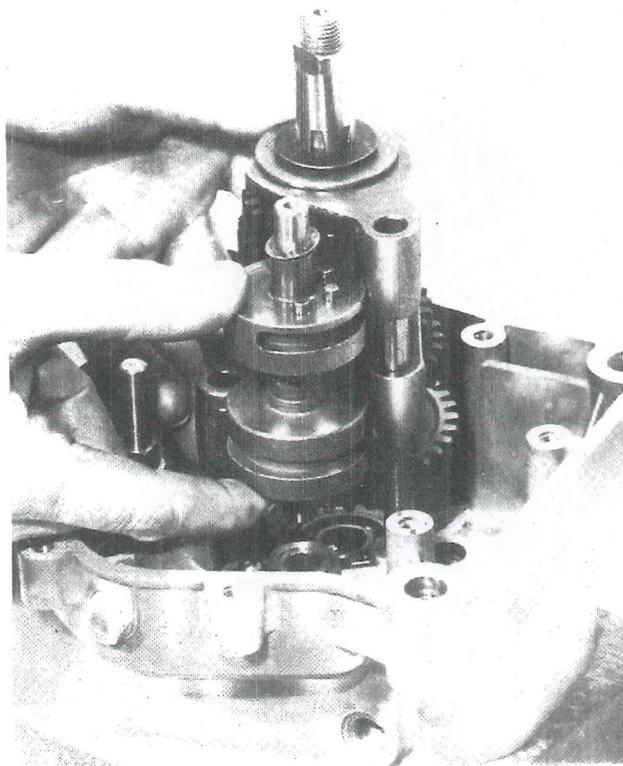

Fig. 31 - Montaggio albero a cammes
- Montare l'albero a cammes, avendo cura che la sfera segnamarce vada ad alloggiare in una delle cavità sulla cammes. Infilare il perno delle forchette nella gola della cammes, quindi introdurre completamente l'albero secondario, unitamente a tutto quanto è ad esso collegato (fig. 31). Nel montare l'albero a cammes, è necessario che lo stesso venga montato come raffigurato in figura. La gola della camme superiore, deve risultare con la sua estremità, assai vicina al perno della forchetta superiore.